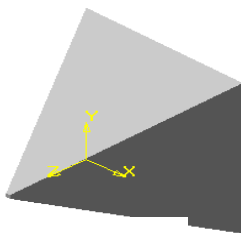
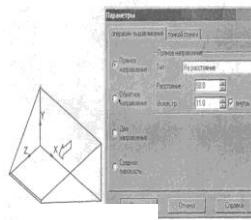

Рис. 82
Рис.83
11. Нажмите кнопку Создать в диалоговом окне Параметры. Получили правильную пирамиду без невидимых линий (см. рис.82), ее окрашенный вариант на рис.83.
Полутоновое . Вы получите трехмерную правильную пирамиду (см. рис.83).